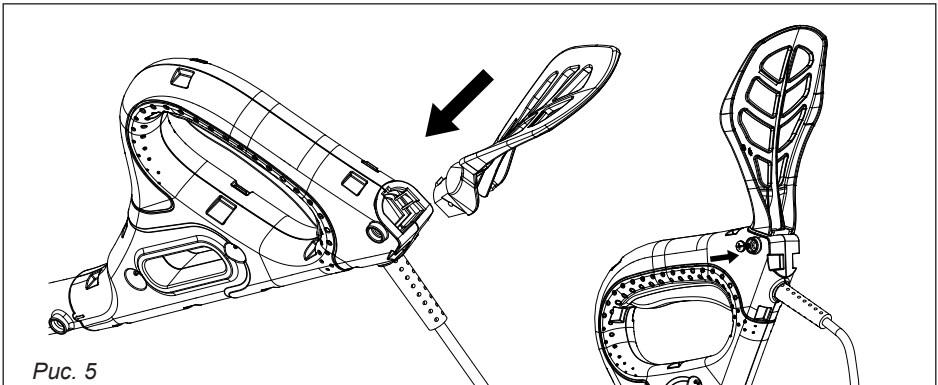

Рис. 5
4. Установите упор в отверстие ручки, зафиксируйте винтом (рис. 5).